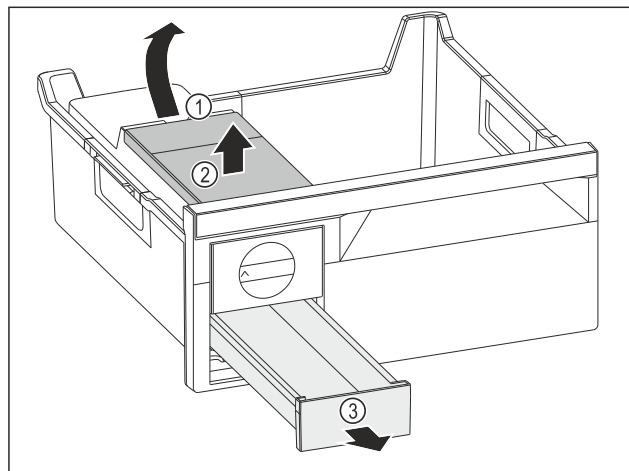

Fig. 77
- Vyjmutí nádržky na vodu: Zvedněte nádržku na vodu za vybrání Fig. 77 (1).
- Nádržku na vodu Fig. 77 (2) vyjměte nahoru.
- Zásuvku na kostky ledu Fig. 77 (3) vyjměte dopředu.